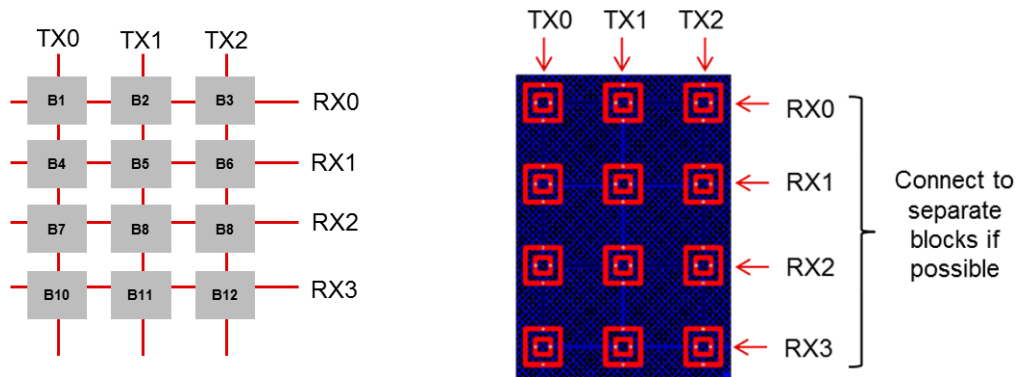

图 11. 互电容矩阵
- 图 11 显示了一个优化布局，用于在具有 12 个互电容按钮的应用中选择 TX 和 RX 引脚。此布局经过优化，可减少引脚数和扫描周期。